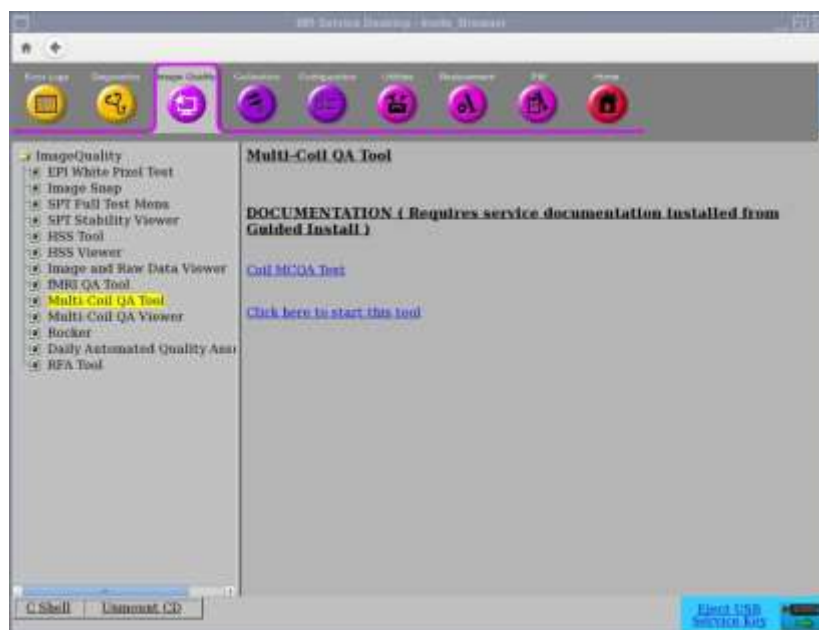

Figura 1
1. Da Common Service Desktop (CSD) (Desktop assistenza comune), andare a Service Browser (Browser assistenza) e selezionare [Image Quality] (Qualità immagine) "Multi-Coil QA Tool" (Strumento per il controllo qualità delle bobine) e quindi "Click here to start this tool" (Fare clic qui per avviare lo strumento) come illustrato nella Figura 1.